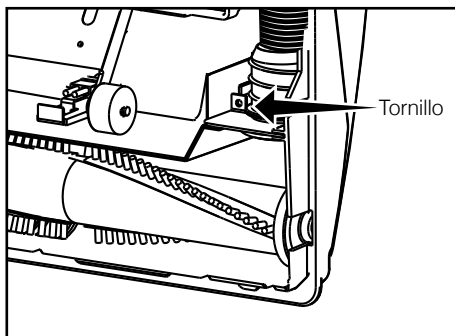

Fig. 3
- Dé vuelta la aspiradora y quite la placa inferior (consulte la página 18). Quite un tornillo en la base de la manguera de la boquilla (Fig. 3). Limpie la manguera del bloqueo y vuelva a colocar el tornillo. Vuelva a instalar la placa inferior.